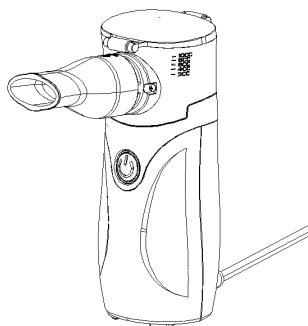

Рис. 4
Вставьте разъем сетевого адаптера в гнездо ингалятора, а вилку сетевого адаптера (14) в сетевую розетку (Рис. 4).